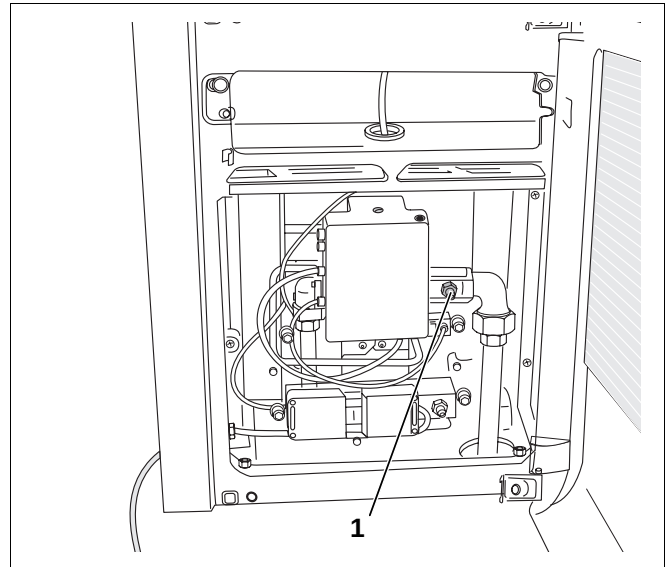

Abb. 33 Prüfnippel für Gasanschlussdruck
- Verschlusschraube des Prüfnippels (Abb. 33, **Pos. 1**) um zwei Umdrehungen lösen und Schlauch aufstecken.
- Drehen Sie die Verschlusschraube des Prüfnippels für Gasanschlussdruck (Abb. 33, **Pos. 1**) wieder ein.